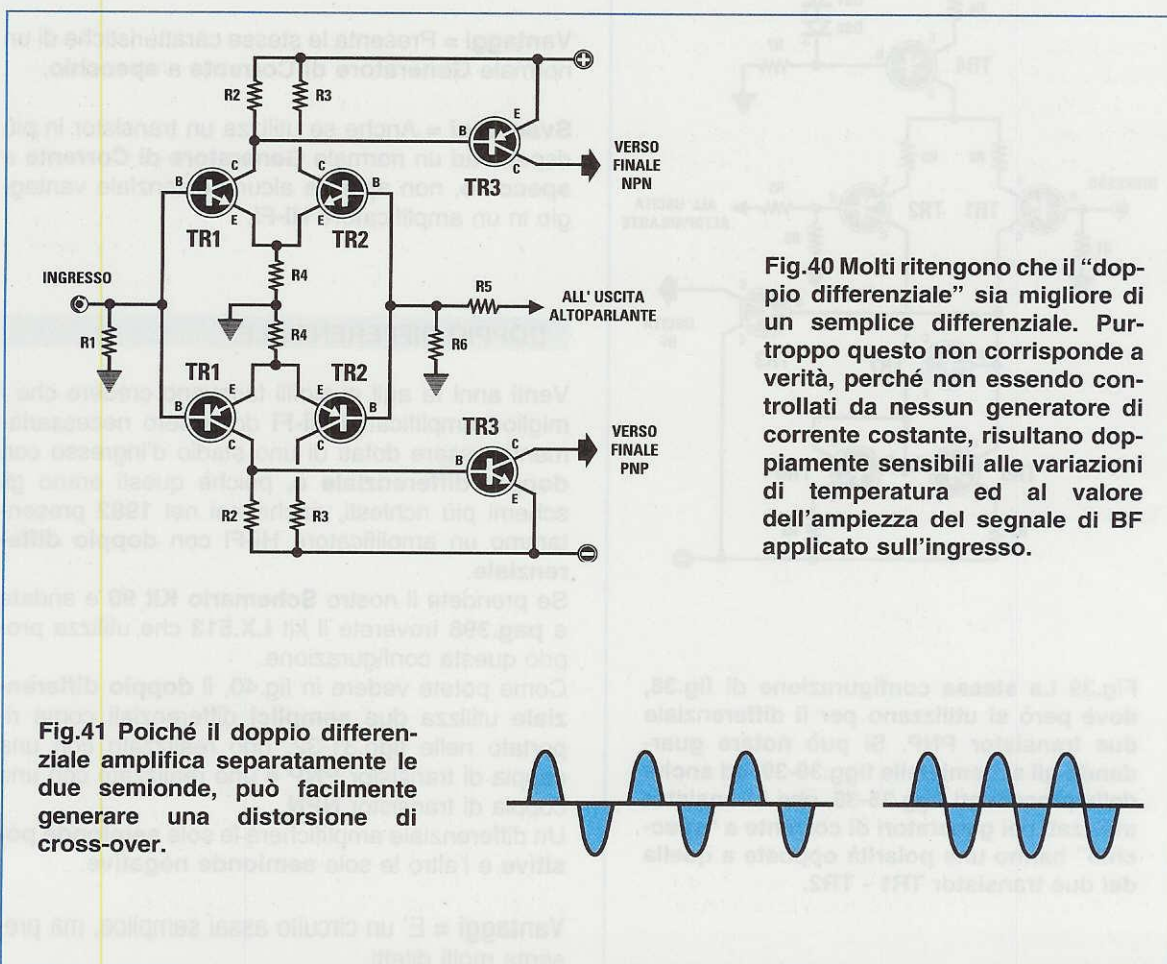

Fig.41 Poichè il doppio differenziale amplifica separatamente le due semionde, può facilmente generare una distorsione di cross-over.
**Svantaggi** = Se il circuito non è ben progettato può **distorcere** più di un normale **differenziale semplice** perchè, amplificando separatamente le **semionde positive** e le **semionde negative**, basta una minima **dissimetria** per ottenere delle **distorsioni di cross/over**, cioè nel passaggio sullo **zero** la semionda **positiva** potrebbe non iniziare dal punto in cui finisce la semionda **negativa** o viceversa (vedi fig.41).